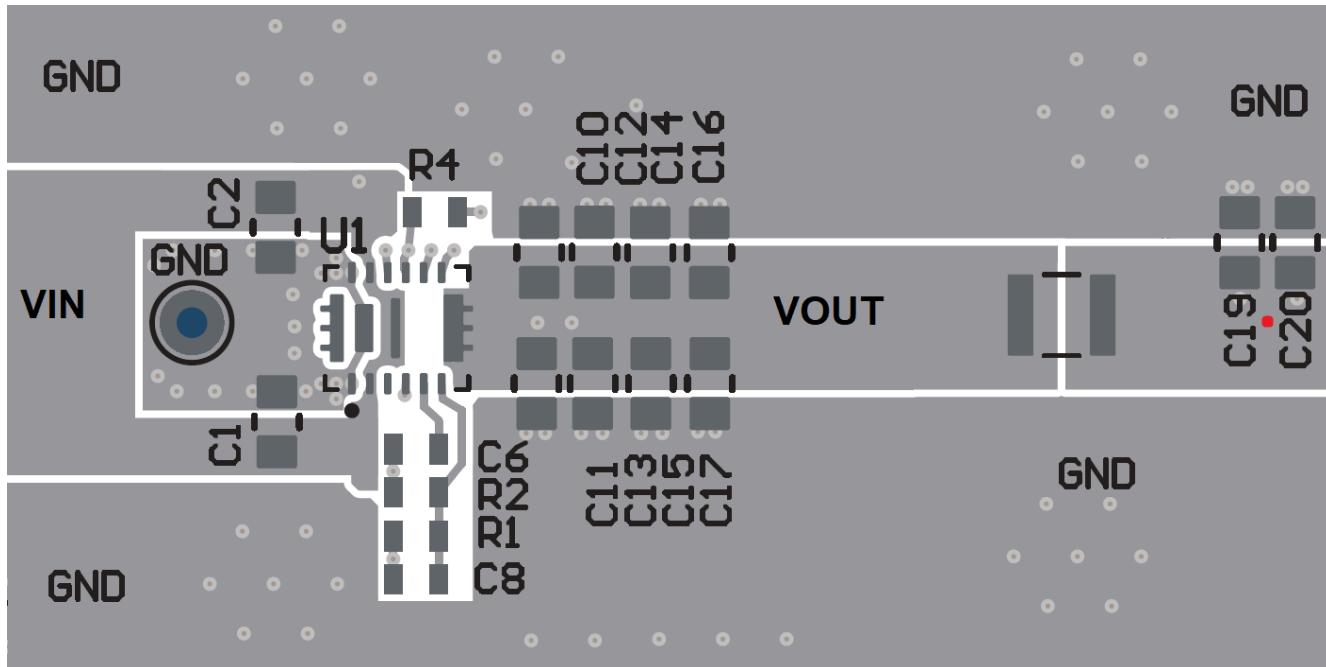

图 7-21. 使用第二个 L-C 滤波器的设计的建议布局
- 避免将铁氧体磁珠放置在图 7-21 所示的禁止区域
- 请参阅在 EVM 上实现的建议布局，也可以在TPSM82916 降压转换器评估模块 EVM 用户指南以及图 7-21 中找到。